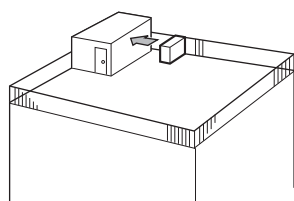

Fig. 3-2
- ① Anbring udblæsningen, så den vender imod den nærmeste væg og ca. 50 cm fra den. (Fig. 3-2)